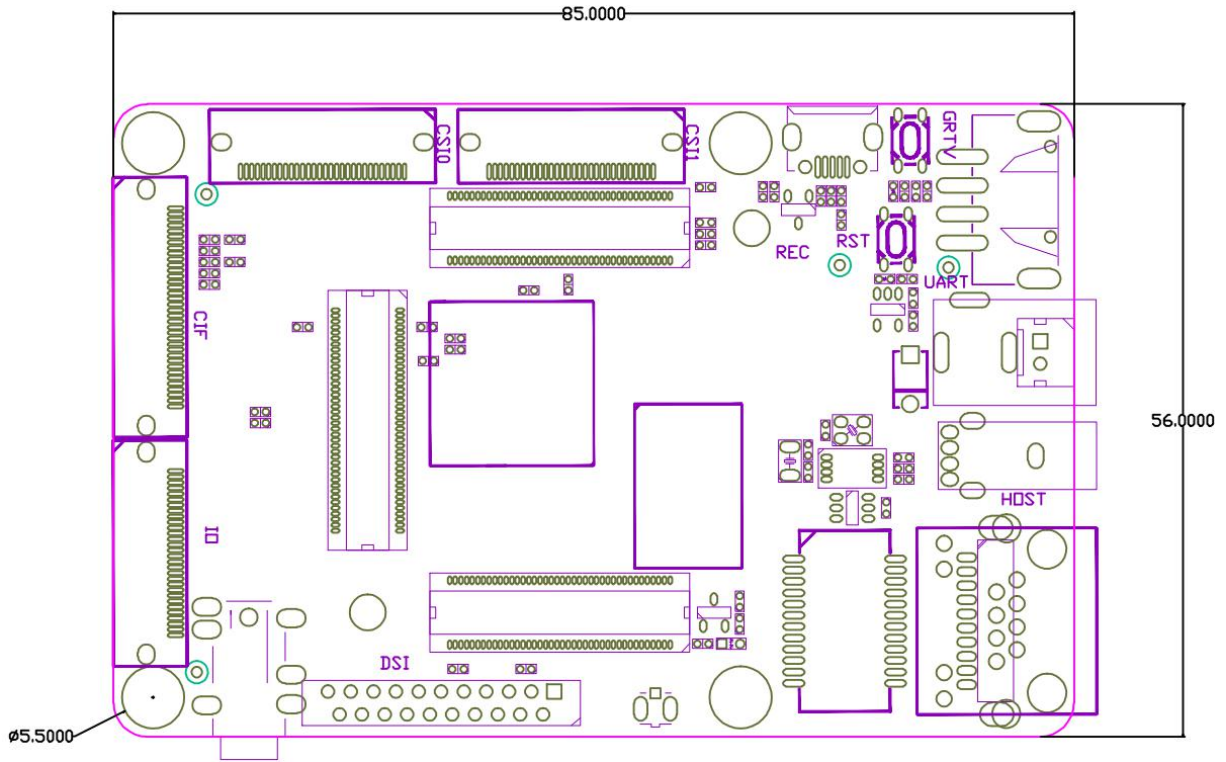

图 4.8 RV1126 底板尺寸图
- 底板：如下图 4.8 所示 85*56（单位：mm），4 个定位孔的内孔直径为 5.5 mm。